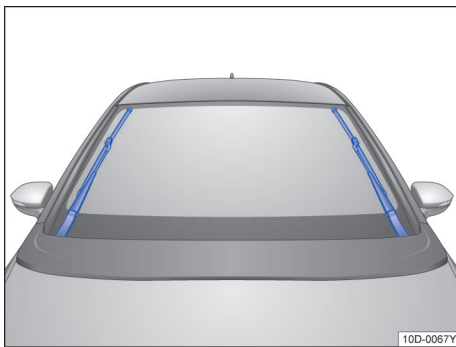

图 124 处于维护位置的刮水片
- 将风窗玻璃刮水器拨杆向上拨至点动刮水位置。使刮水器处于维护位置→图 124。